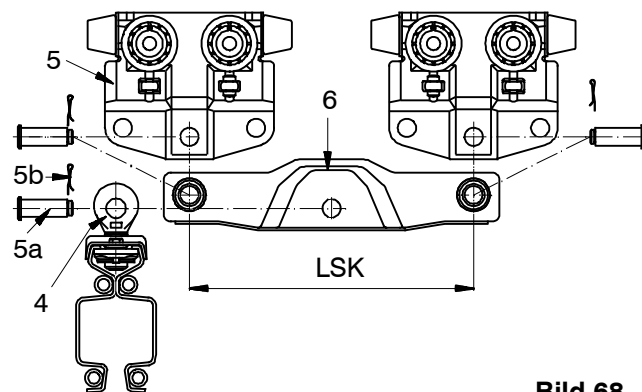
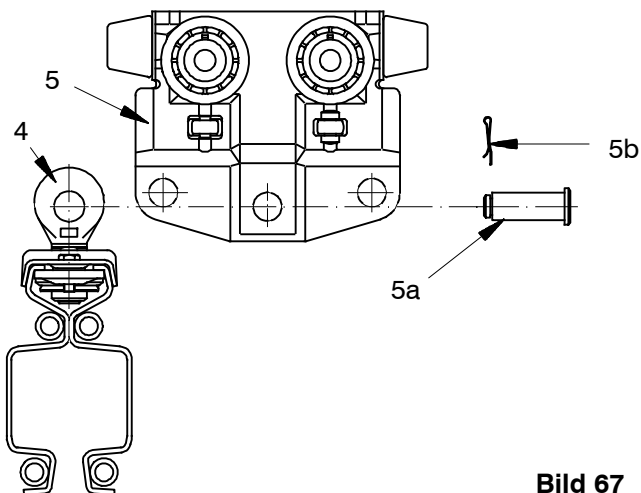

Bild 68
Bild 67
Kopfträger als Einfachfahrwerk (**Bild 67**) bzw. als Doppelfahrwerk (**Bild 68**), 2 Einfachfahrwerke (5) und Traverse (6) in die Kranbahnprofile einschieben. Kranträger (1) mit Kranträgeraufhängungen (4) durch Bolzen (5a) und Sicherungsclip (5b) mit dem Kopfträger verbinden.